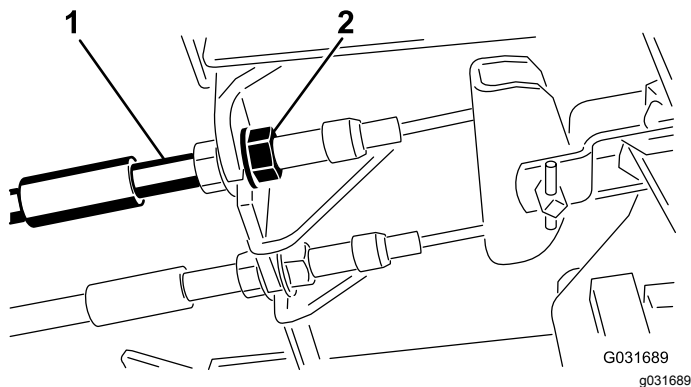

図 52
1. 遊びを減らすブレーキを締めるには、ブレーキケーブルのねじ山の前ナットをゆるめ、後ろのナットを締める図 52。